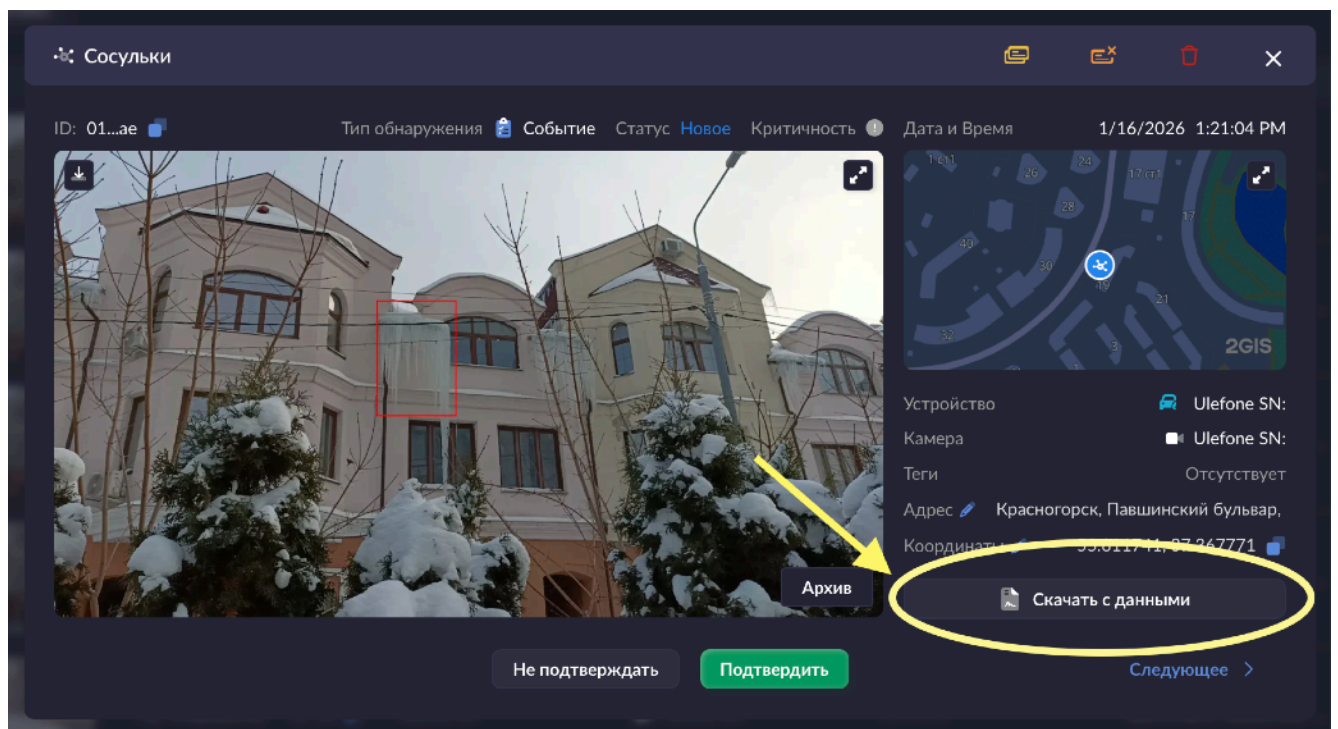

Рисунок 14 — Карточка события: изображение Метакадра, bbox с обнаружением, дата и время, координаты местоположения
5. Открыть карточку события (Рисунок 14). В карточке отображаются: изображение Метакадра, дата, время и координаты местоположения. Скачать изображение события, нажав кнопку «Скачать с данными».